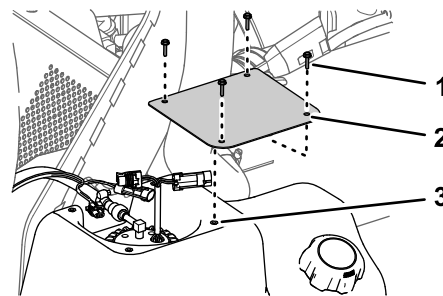

Рисунок 89
1. Установите крышку на бак (Рисунок 89) с помощью 4 винтов (№ 10 x ¾ дюйма), снятых при выполнении пункта 2 раздела Снятие крышки топливного насоса (страница 72).